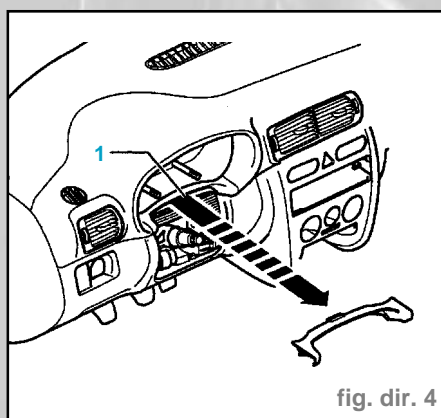

fig. dir. 4
- Extraire le cache de l'interstice supérieur (flèche) (fig. dir. 4).